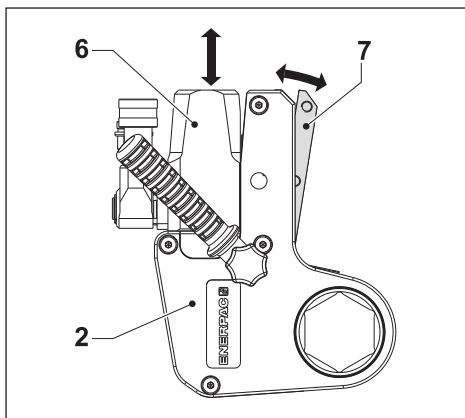

Fig. 4
3.3.1 Demontera kassetten (Fig. 4 och 5)
(Fig. 4 och 5)